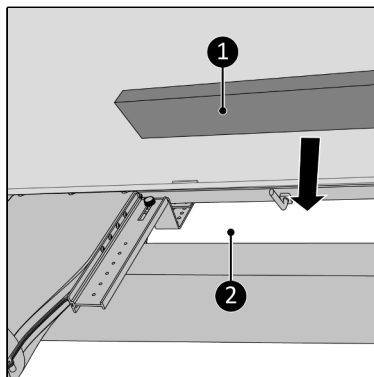

Figuur 49.
14. Draai de klemschroef voorzichtig tegen het kozijn aan (Figuur 49, pos. 1).